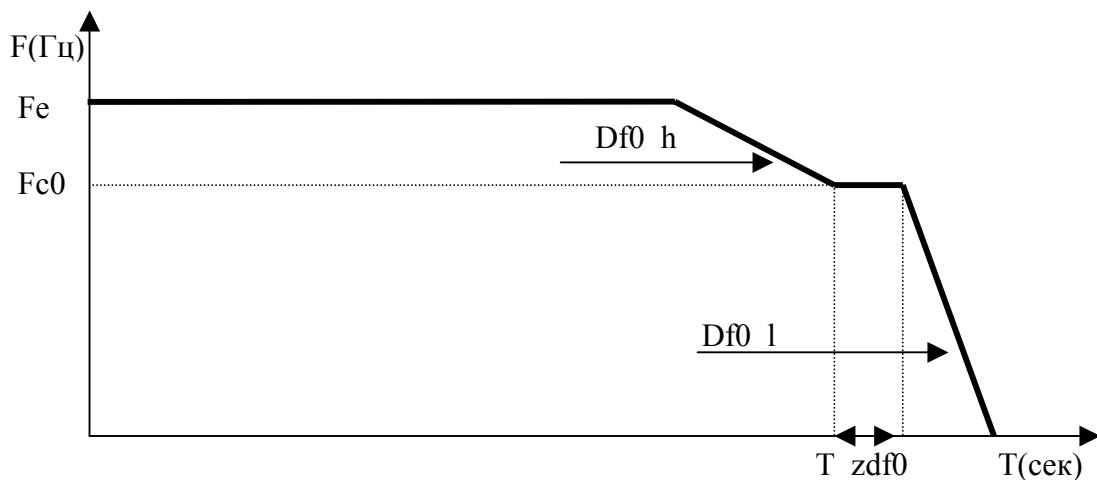

Рис. 8. Диаграмма работы БУАД-2 при выключении направления вращения.
**Номер 4** – задание граничной частоты при уменьшении частоты  $Fc0$  (Гц, 0-200.0) при отсутствии направления вращения ( $VxПН=VxОН=0$ ) (**рис. 8**).
Если направление вращения снято ( $VxПН, VxОН = 0, 0$ ), выходная частота преобразователя начинает уменьшаться (рис. 8).